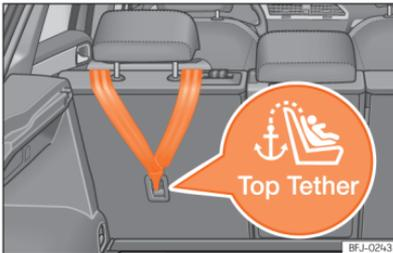
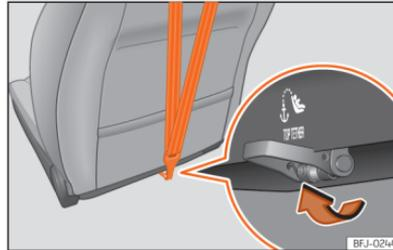

Abb. 1 Rückseite der Rücksitzbank der zweiten Reihe: Halteösen für den Top Tether Haltegurt.
Abb. 2 Rückseite der Beifahrersitzlehne: Verankerung für den Top Tether Haltegurt.
Kindersitze mit dem Top Tether-System sind mit einem Gurt für dessen Befestigung am Verankerungspunkt des Fahrzeugs ausgestattet. Dieser Verankerungspunkt befindet sich im hinteren Teil der Rückenlehne des Rücksitzes (mit dem Symbol  gekennzeichnet) und bietet einen besseren Rückhalt  (Abb. 1).
- Den Haltegurt verschieben und ordnungsgemäß an der Verankerung des hinteren Teils der Rücklehne befestigen »» (Abb. 1), »» (Abb. 2).